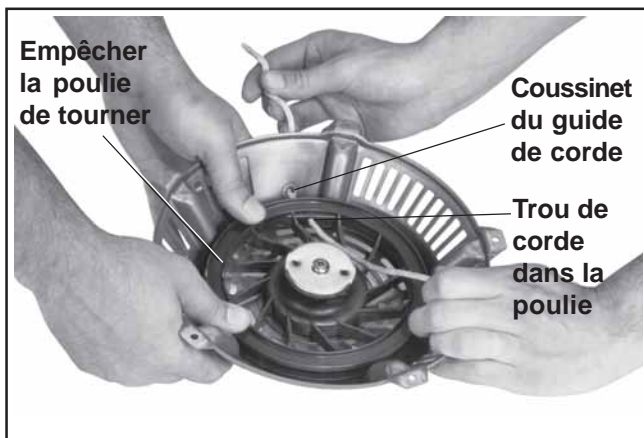

Figure 7-3. Installation de la corde.
9. Insérer la corde neuve à travers le trou de la poulie du démarreur et le coussinet du guide de corde du carter du démarreur. Voir la Figure 7-3.